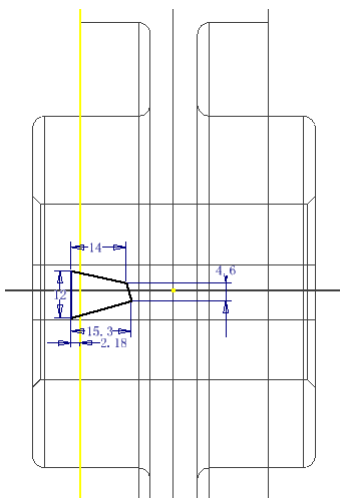

图 8-52 绘制扫掠截面轮廓
⑥结束草图后，选择第二个工作平面新建草图，绘制如图 8-52 所示的扫掠的截面轮廓图形并进行如图所示的尺寸标注。